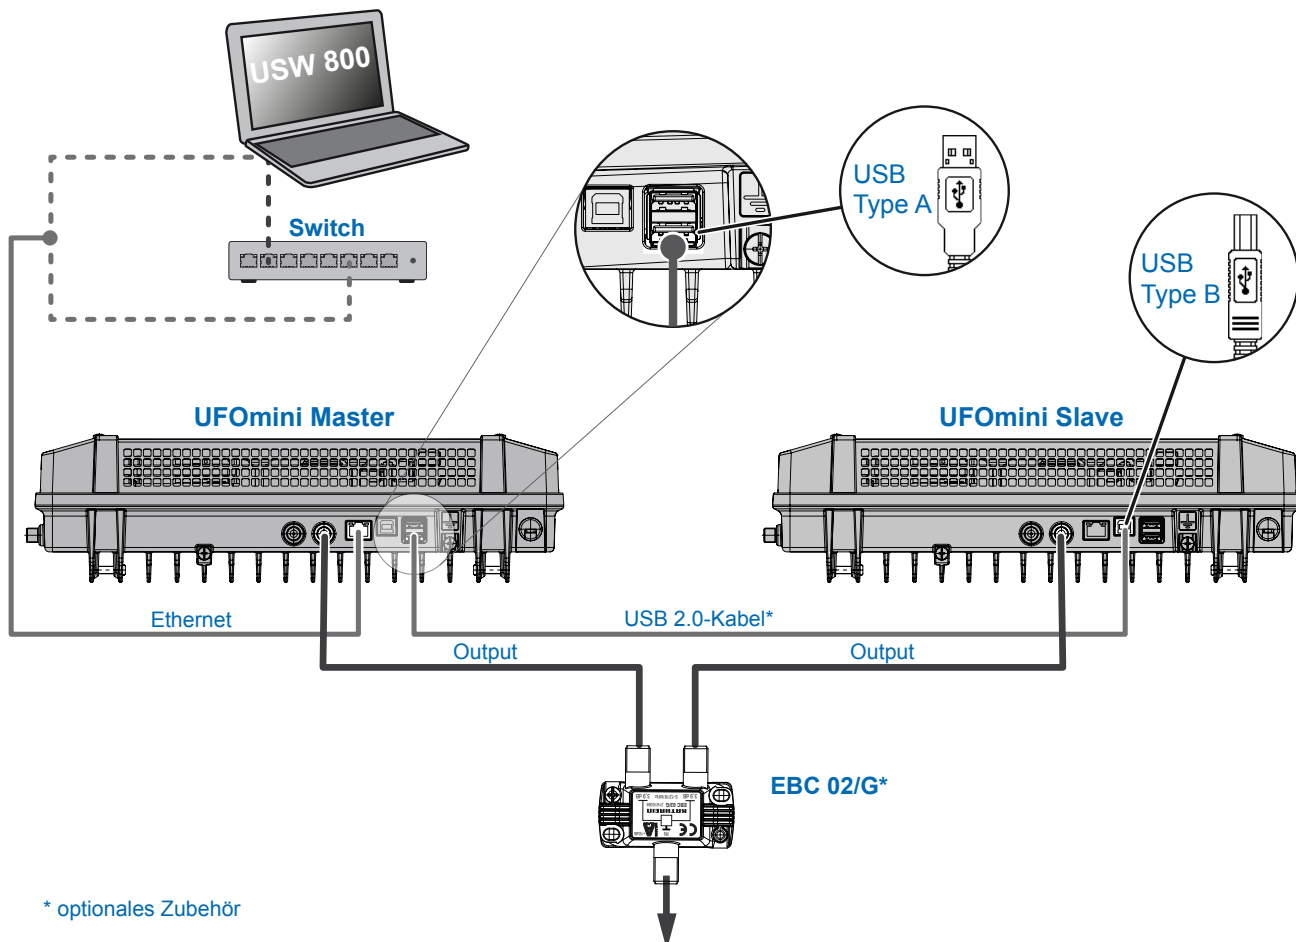

Abb. 4: Verkabelung
- Schließen Sie den Computer mit einem Ethernet-Kabel¹⁾ an die RJ45-Buchse an, bei Bedarf über einen Switch oder Router; siehe Abb. 4, S. 5. Die Kopfstelle arbeitet nun als *Master*.
- Sollen UFOmini Geräte per UFOlink zu einem System verbunden werden, kaskadieren Sie bitte jedes weitere Gerät mit einem USB 2.0-Kabel nach folgenden Vorgaben: (Abb. 4). Dabei gilt: